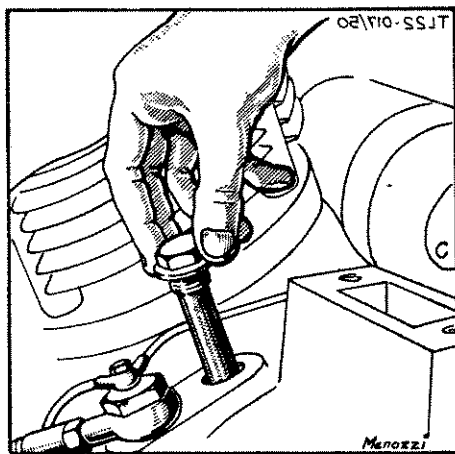

Fig. 19 - SMONTAGGIO DEL FILTRO OLIO SULLA MANDATA.
d) **PULIZIA DEL FILTRO OLIO SULLA MANDATA** — (Fig. 19) — Ogni 200 ore circa togliere il bocchettone del filtro avvitato sul dorso del basamento, indi lavarlo accuratamente con petrolio o nafta.